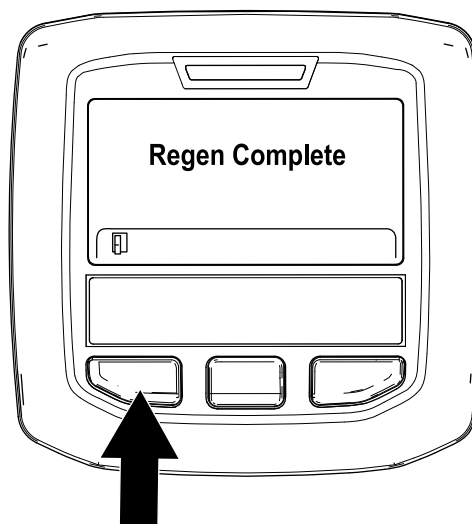

Figure 53
9. La régénération en stationnement est terminée quand le message « Regen Complete » (régén. terminée) s'affiche dans l'InfoCenter. Appuyez sur le bouton gauche pour quitter l'écran d'accueil (Figure 53).